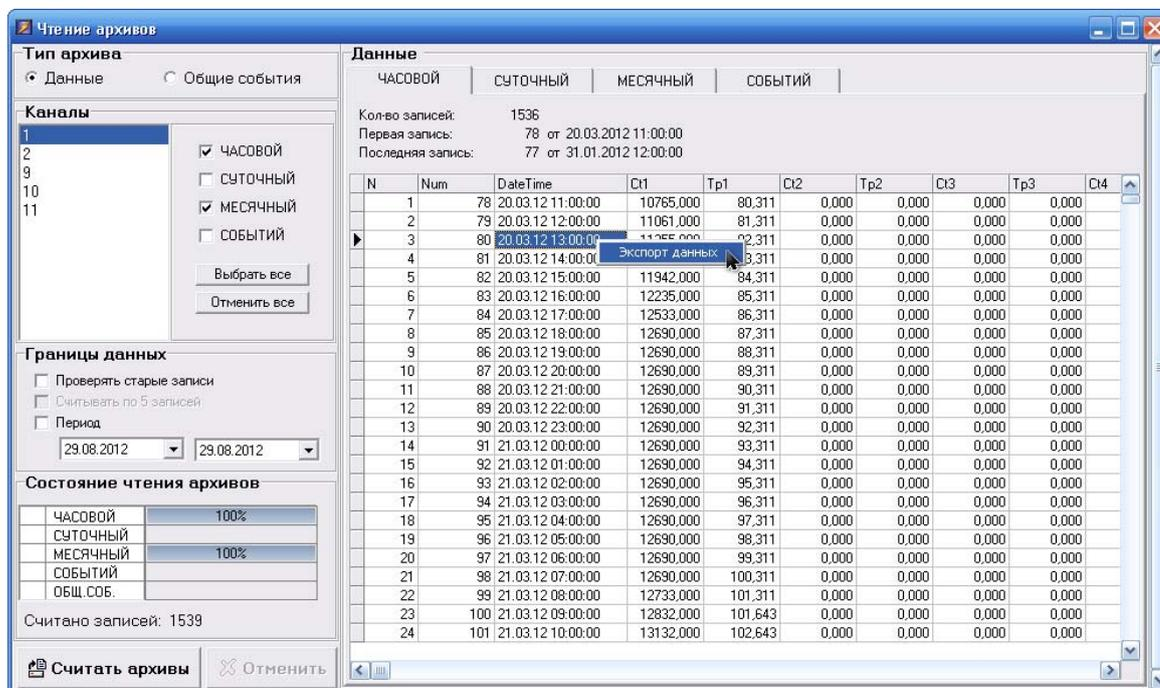

Рисунок 16. Окно считывания архивов приборов по импульсным и цифровым каналам АП-9
- вызвать окно «Чтение архивов» (рисунок 16) - в основном окне программы во вкладке «Работа с каналами» на панели инструментов нажать кнопку «Архивы»;